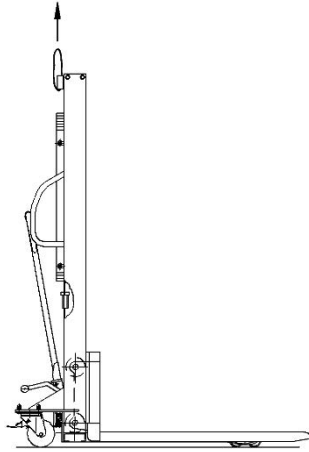

Fig. 1
- La position d'élingage correcte est illustrée à la figure 1 (voir page suivante).